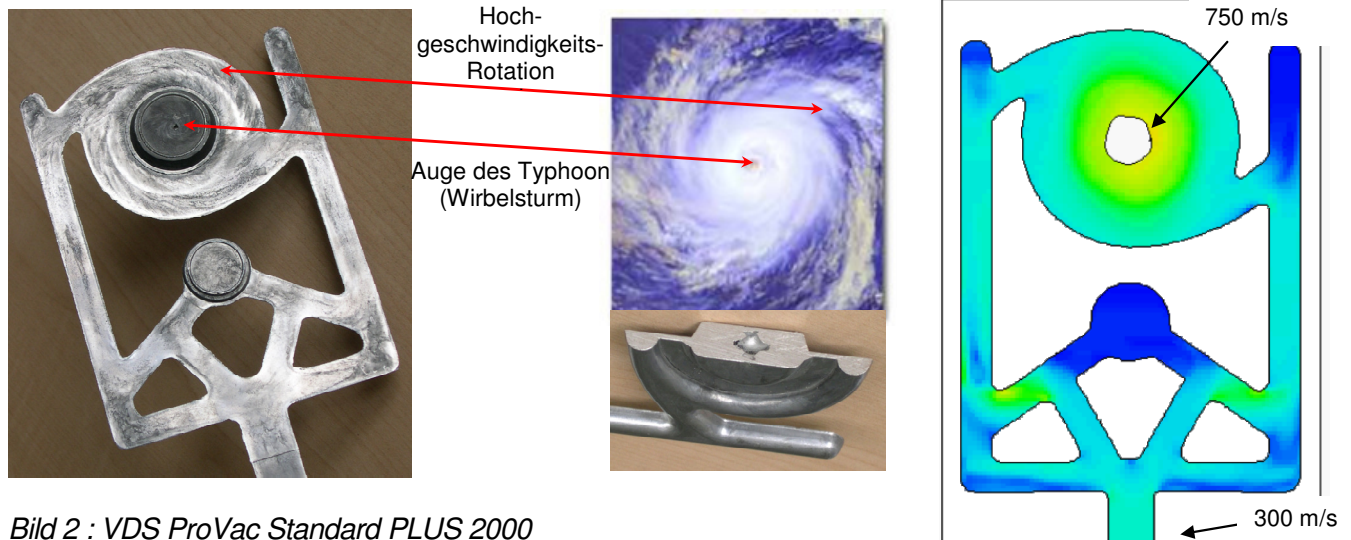

Bild 2 : VDS ProVac Standard PLUS 2000
Bild 2 zeigt, wie das “Standard PLUS“ Ventil funktioniert. In (1) zeigen die Spuren des verbrannten Trennmittels den Metallfluss. Nach dem Eingang von unten fliesst das Metall nach rechts und links in die vertikalen Kanäle. Zwei Ströme fließen durch die Kanalanordnung “Y“ nach oben und schlagen den Steuerkolben zu, um später ebenfalls in die vertikalen Kanäle zu fließen. Die obere Gestaltung des Kanals hat die Form eines Typhoons, der das flüssige Metall zur Drehung zwingt (Bild 2 (2) oben). Diese schnelle Rotation macht es möglich, dass das flüssige Metall mit Sicherheit nicht in den Absaugkolben reinspritzt, bevor das Ventil geschlossen ist. Nach dem Schliessen des Ventils bildet die verbleibende kleine Menge der Restgase einen kleinen Hohlraum im Zentrum des Typhoons. Dies belegt das untere Foto, Bild 2 ( 2 ).